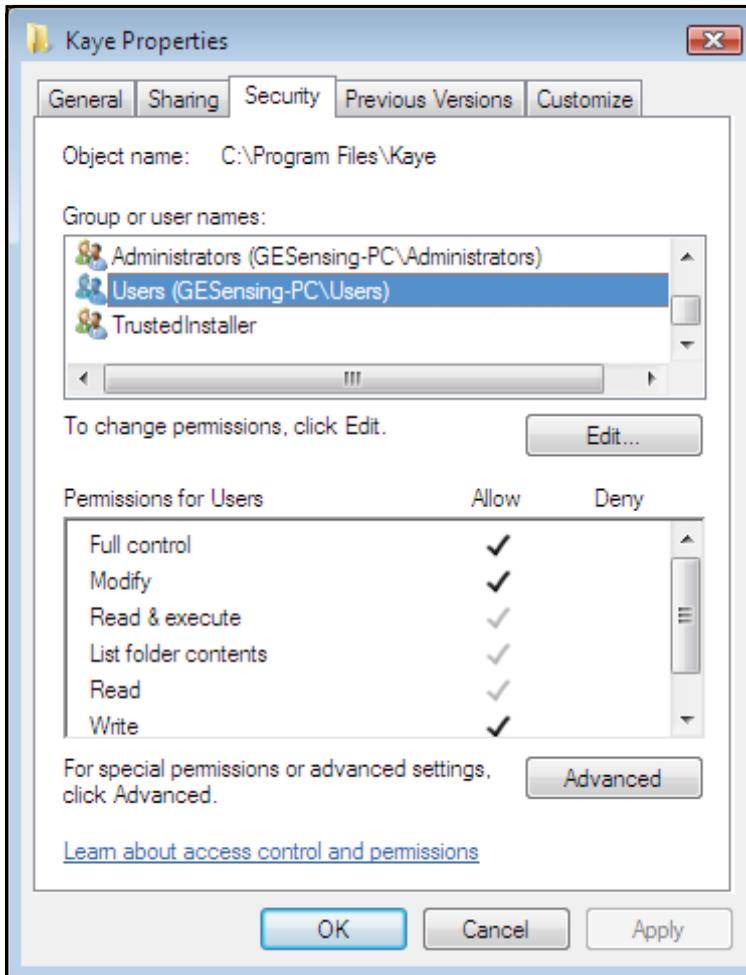

图 110: Kaye 属性窗口, 编辑成 Allow Full Control (允许完全控制)
9. 从开始菜单, 点击 **Computer >C:\ Program Files \ Kaye** , 然后右击. 点击 **Properties** (属性), 然后点击 **Security** (安全) (图 110 所示) 然后选择 **Users**. 点击 **Edit** 键, 然后点击 **Allow full control**, 点击 **OK**